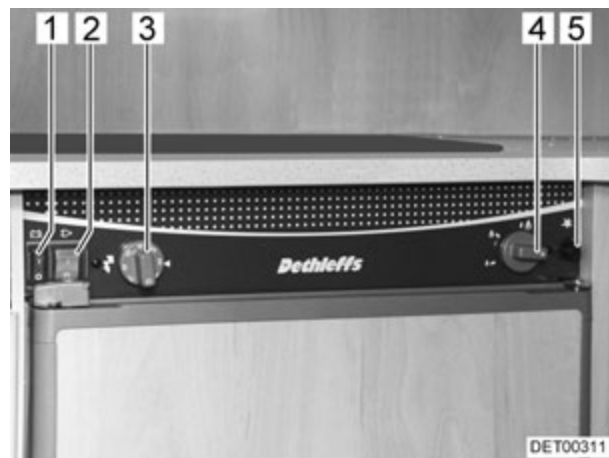

Fig. 118 Boutons de commande pour le réfrigérateur (variante 2)
- Commuter les interrupteurs 12 V (Fig. 118,1) et 230 V (Fig. 118,2) sur "O".
- Enfoncer le bouton de commande (Fig. 118,4), tourner sur gaz  et le maintenir enfoncé. Attendre jusqu'à ce que le gaz s'écoule vers le brûleur.
- Appuyer de façon répétée sur l'interrupteur d'allumage (Fig. 118,5), jusqu'à ce qu'une flamme soit visible dans le verre-regard (en bas à gauche dans le réfrigérateur).
- Maintenir le bouton tournant (Fig. 118,4) enfoncé pendant encore 10 à 15 secondes, puis le relâcher.
- Régler la température de réfrigération avec le bouton de commande (Fig. 118,4).
- Tourner le bouton de commande (Fig. 118,4) sur la position "0".
- Mettre l'interrupteur (Fig. 118,2) en marche.
- Régler la température de réfrigération avec le bouton tournant (Fig. 118,3).
- Pour éteindre, mettre le bouton tournant sur la position "0" et éteindre l'interrupteur (Fig. 118,2). L'appareil est alors coupé.
- Mettre l'interrupteur (Fig. 118,1) en marche.